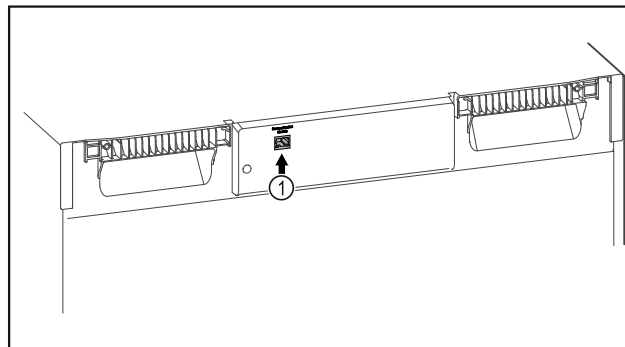

Fig. 127
- ☐ Vstavljen je SmartModule Fig. 127 (1).